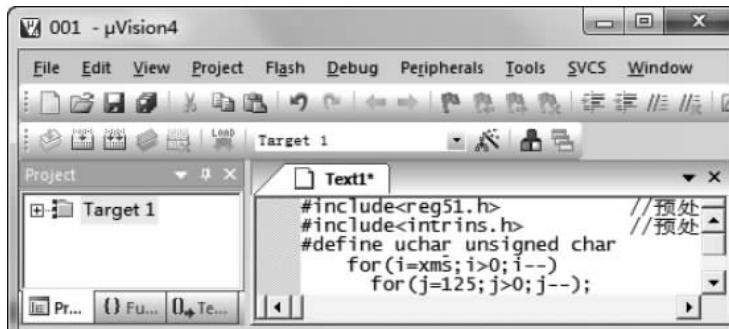

图 3-7 源代码编辑窗口
(1) 选择 File→New 命令，此时工作区中弹出一个新的源代码编辑窗口，如图 3-7 所示。用户可以在其中输入 C51 的源代码。